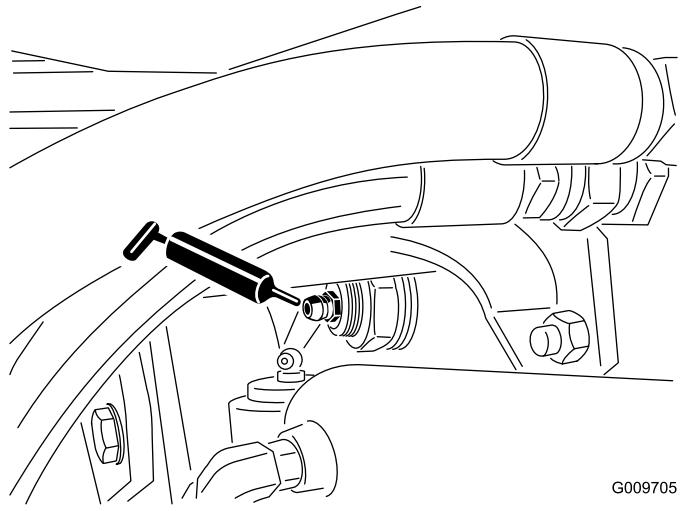

Figura 20
- Casquillos del pivote del eje trasero (2) (Figura 20)